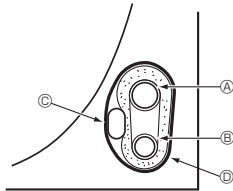

Fig. 4-5
4.4.1. Բլոկի խողովակների հատվածի պահպանումը (Fig. 4-5)